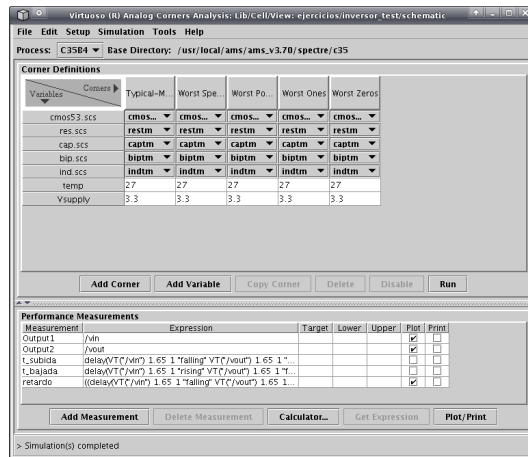

Figura 10: Ventana inicial del análisis de corners.
3. Le aparecerá la ventana de la figura 10. En la tabla de la ventana, las columnas representan los distintos *corners* descritos anteriormente y las filas son los parámetros que se pueden modificar para cada *corner*. Note que aparte del caso de los dispositivos CMOS se